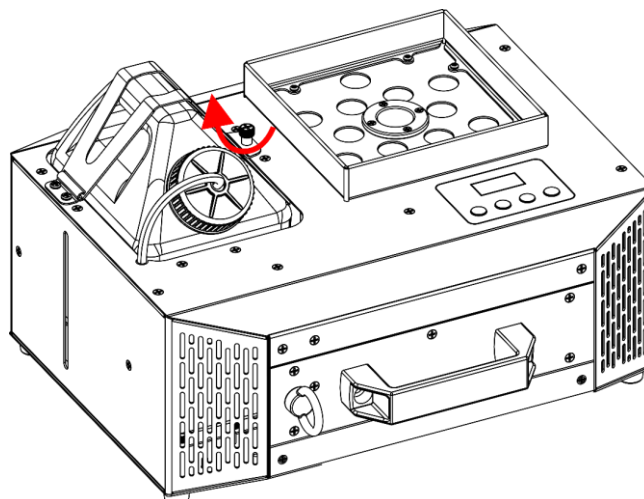

Fig. 47
- 12) Apriete el **tornillo de seguridad del soporte del depósito (04)**, como se muestra en la Fig. 47.